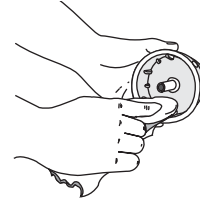

Fig. 26
4. Use un paño limpio para limpiar el carrete interior, el resorte, el eje y la bobina exterior (Fig. 26).